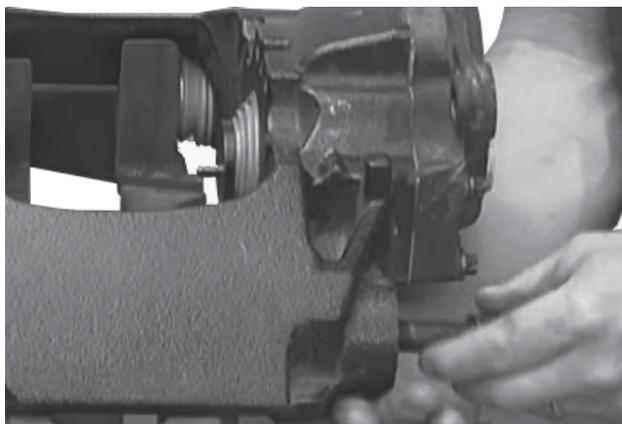

Figura 67: Instalación de los tornillos del perno guía
**Siempre apriete primero el perno guía largo**, luego el perno guía corto (Figura 67). Si se quitan los pernos guía del porta caliper durante el mantenimiento, deben utilizarse tornillos nuevos.
2. **Inserte** un nuevo tornillo de perno guía largo (Figura 67) a través del perno guía largo y enrosque en el porta caliper (Figura 67). **Ajuste** el tornillo con la llave. Consulte APÉNDICE A: TAMAÑO DE LLAVE Y TORQUES DE APRIETE en la página 36, punto IV.
4. **Apriete** los tornillos en el porta caliper (Figura 67); primero el tornillo largo. Consulte APÉNDICE A: TAMAÑO DE LLAVE Y TORQUES DE APRIETE en la página 36, punto IV.